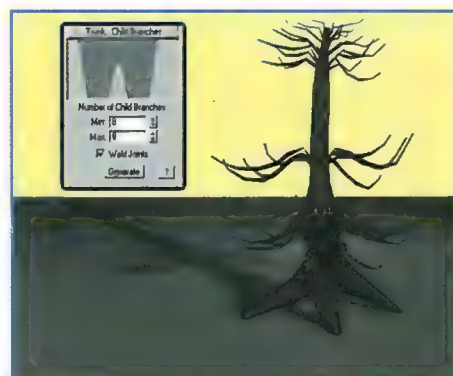

IMAGEN 15. EL CONTROL DE LA DENSIDAD DE LAS RAMAS A LO LARGO DEL TRONCO.
- **Child:** volvemos al nivel *Trunk* para ver cómo podemos modificar la cantidad de ramas que van a nacer del tronco y en qué parte. En la imagen 15 vemos cómo actúa la curva en esta ocasión. Subiendo la curva aumentamos el número de ramas, mientras que si la bajamos hacemos que desaparezcan. El número de ramas variará entre los valores que pongamos en *Min.* y en *Máx.*